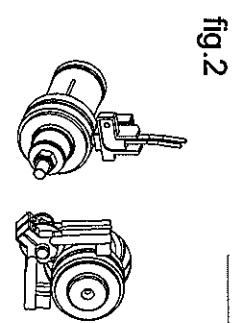

fig.2
5) Nel caso di alternatori a spazzole, verificare periodicamente l'usura delle spazzole e del collettore, e che la loro posizione sia ben centrata sugli anelli di scorrimento (fig.2).
5) Dans le cas d'alternateurs à bâtons, contrôler régulièrement l'usure des bâtons et du collecteur; ainsi que leur position parfaitement centrée sur les anneaux de coulissement (fig.2).
6) controlar cada mes el estado de funcionamiento de los interrutores de protección del tablero eléctrico, porque el alternador está en marcha cuando se pulsa el botón de prueba; y que su posición se encuentre bien centrada con respecto a los anillos de deslizamiento (fig.2).